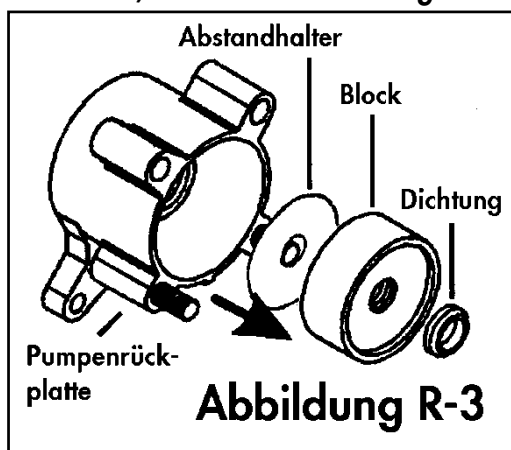

Abbildung R-3
6. Entfernen Sie den grossen O-Ring (Artikel 8012588) aus der O-Ring-Nut in der Pumpenrückplatte. Nehmen Sie den schwarzen Wischerblock und den weissen, flachen Abstandhalter aus der Platte. Verwenden Sie eine kleine, spitze Zange, um die alte Dichtung des Wischerblockes zu entfernen (Abb. R-3). (**Beachten Sie:** Diese Dichtung ist meistens beschädigt und muss ausgetauscht werden.)
5. Bauen Sie einen neuen Kunststoffblock ein. Die Dichtung des Blocks muss in die Einkerbung des Blocks eingedrückt werden. Die dünnere Seite der Dichtung muss nach aussen zeigen. Am besten drücken Sie die Dichtung mit zwei Fingern oval zusammen und setzen diese in den Block ein. Wenn ein erster Teil der Dichtung in der Kerbe ist, drücken Sie vorsichtig den Rest in die Kerbe. Nach dem Einsetzen der Dichtung streifen Sie den dünnen durchsichtigen Abstandhalter sowie den Block über die Kolbenstange. Die Seite mit der installierten Dichtung muss dabei nach aussen zeigen. (Vgl. Abb. R-3)